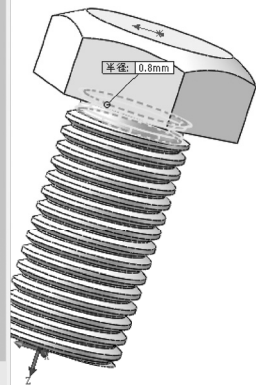

图 7-39 设置圆角特征
**04** 圆角。选择菜单栏中的“插入”→“特征”→“圆角”命令，或单击“特征”控制面板中的“圆角”按钮。弹出“圆角”属性管理器。选择退刀槽的两条边线为圆角边，设置圆角半径为 0.80mm，如图 7-39 所示。单击“确定”按钮。